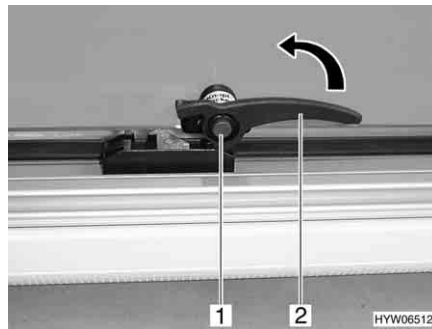

Bild 70 Verriegelungshebel in Stellung "geschlossen"
- Sicherungsknopf (Bild 70,1) drücken und gedrückt halten.
- Den Verriegelungshebel (Bild 70,2) eine viertel Umdrehung zur Fenstermitte hin drehen.
- in Stellung "fest verschlossen" (Bild 70)